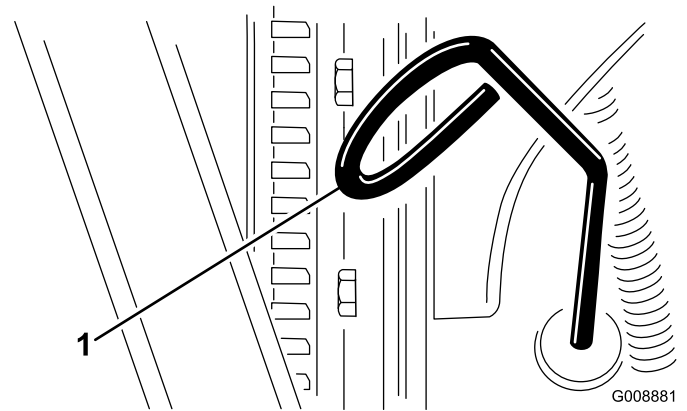

Figura 26
3. Retire la varilla, límpiela, y vuelva a colocarla (Figura 26).